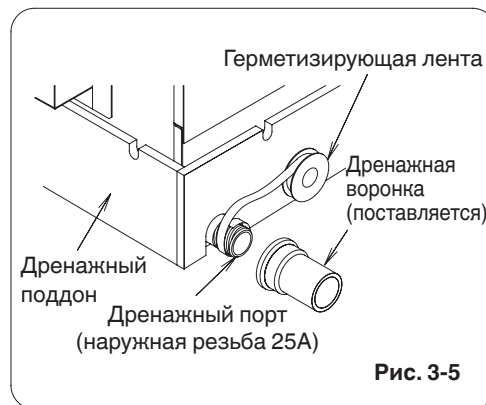

Рис. 3-5
- (1) Подготовьте стандартную жесткую полихлорвиниловую трубу (наружный диаметр 32 мм) для дренажа и используйте поставляемую дренажную воронку для предотвращения утечки воды. Полихлорвиниловую трубу необходимо приобрести отдельно. При выполнении этой операции нанесите на место соединения клей для полихлорвиниловой трубы.
- (2) При подсоединении дренажной воронки (поставляется) к дренажному порту с резьбой, сначала оберните резьбу дренажного порта герметизирующей лентой, а затем выполните соединение. (Рис. 3-5)